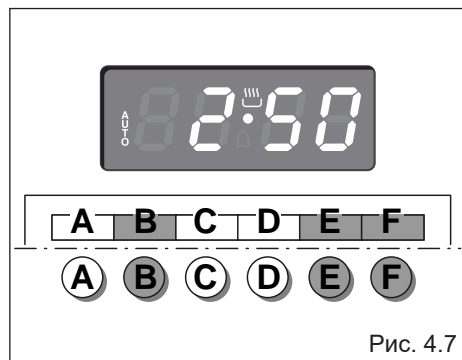

Рис. 4.7
1. Задайте время приготовления, нажав на кнопку “В” а затем на кнопку “F” - для увеличения или на кнопку “Е” если вы пропустили нужное время (рис. 4.7).